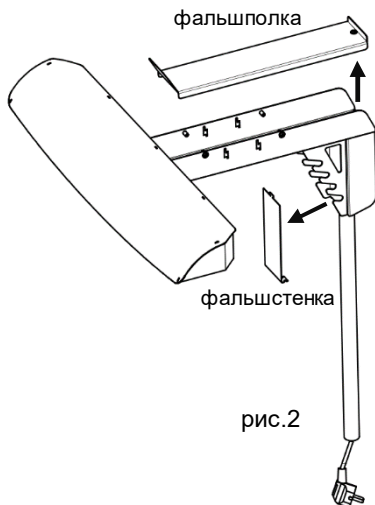

рис.2
3 ПОРЯДОК СБОРКИ, рис.2,3
- открутите винт на кронштейн-стойке (2) и снимите фальшполку, рис. 2;
- снимите фальшстенку с подставки для инструментов (3), рис.2;
- соедините плафон (1) с кронштейн-стойкой (2) соответствующими винтами;
- ослабьте винты, фиксирующие скобы у подставки для инструментов (3);
- пропустите стойку-трубу (4) через ослабленные скобы, затяните винты скоб;